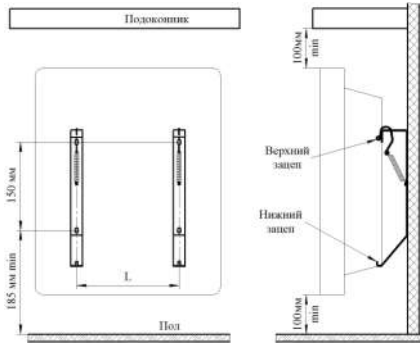

Рис.3
4.5 Поєднайте прямокутні отвори на задній стінці конвектора з верхніми зачепами (рис. 3) кронштейнів і надягніть конвектор на зачепи.